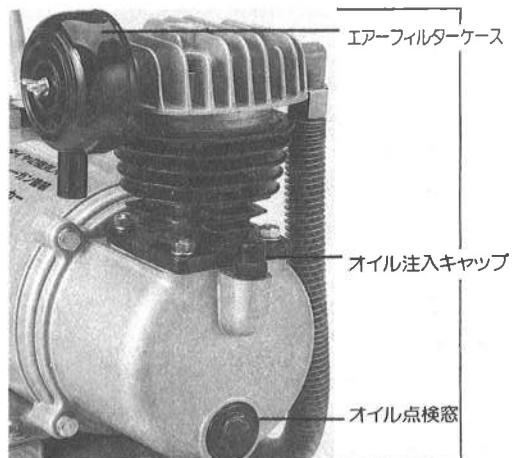

図2
(図2参照)
- エアーフィルターは袋の中に入っていますので必ず取り付けて下さい。(図2参照)